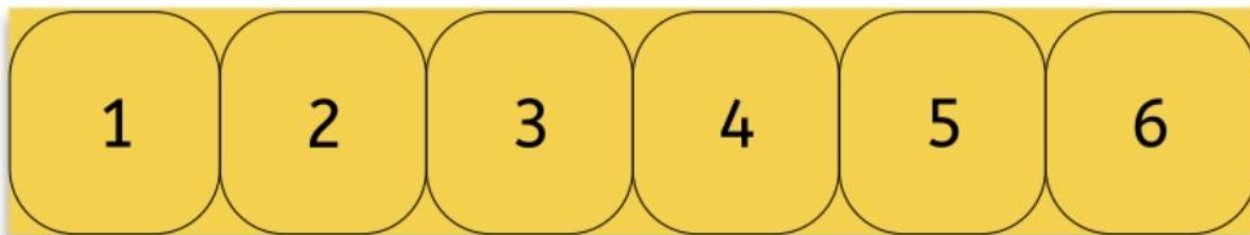

Рисунок 3. Деление ворот на 6 частей.
9.3.4.4 Первоначально противоположные ворота полностью открыты (см. Рисунок 3). После каждого забитого гола член команды бросает кубик, и часть ворот, соответствующая числу на кубике, будет закрыта черным прямоугольником. Если эта часть ворот уже была закрыта, кубик будет брошен еще раз. См. Рисунок, где выпали числа 3 и 5 после каждого раунда и соответствующие части ворот были закрыты. Обратите внимание, что если число 3 или 5 выпадет еще раз в следующих раундах, то последует новый бросок кубика.